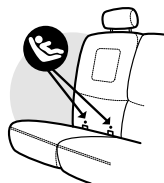

Figure 30
- À moins d'être visibles, les ancrages inférieurs DUA sont identifiés par un symbole se trouvant près du pli entre le dossier et le coussin de siège du véhicule, tel qu'illustré dans la **Figure 30**.